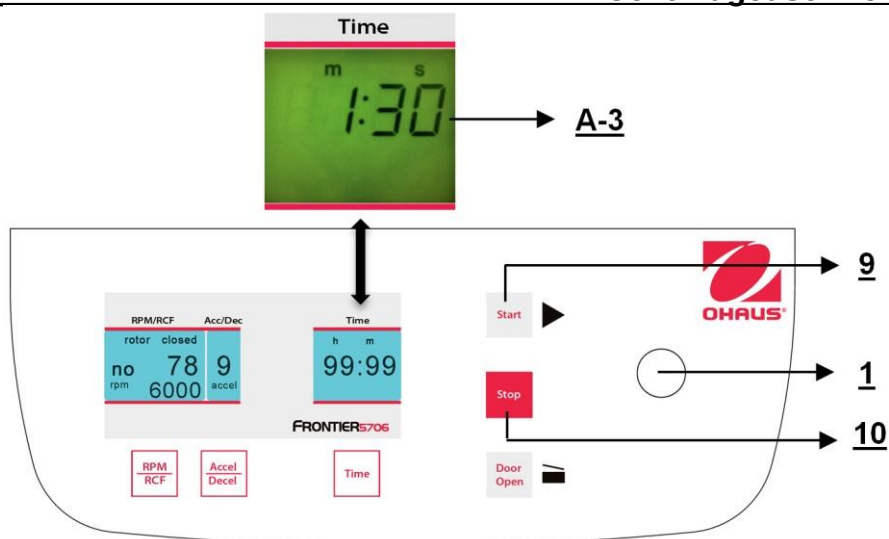

Figure. 22
Pour démarrer la centrifugeuse, s'assurer que le couvercle est fermé et appuyer ensuite sur la touche **"Start"** (9) (voir la figure 22). Avec la touche **"Start"** (9), l'utilisateur peut démarrer la centrifugation avec des paramètres prédéfinis manuellement. Lorsque la durée de fonctionnement prédéfinie est écoulée, la centrifugeuse s'arrêtera alors automatiquement, ou chaque centrifugation peut être interrompue avec la touche **"Stop"** (10).